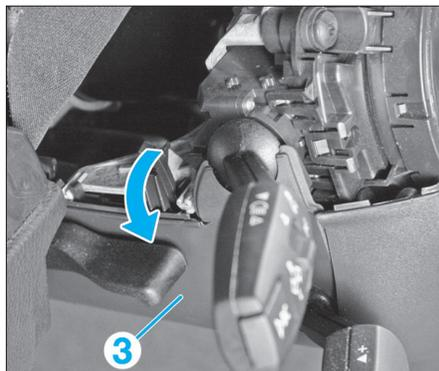

Fig. 7
- A l'aide d'une pince, dégrafer le couvre joint (2) et déposer l'habillage supérieur de la colonne de direction (3) vers le bas (Fig.7).
- Presser les ergots de verrouillage vers l'extérieur (flèche) et dégrafer l'habillage inférieur de colonne de direction (3) vers le bas (Fig.7).